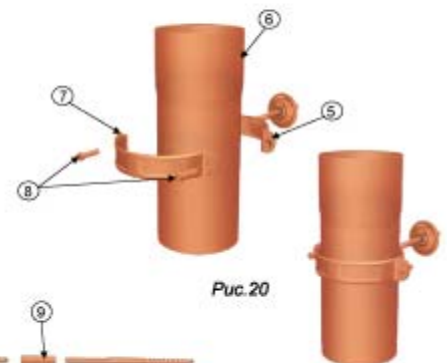

Рис.20
- накрутить заднюю часть хомута (5) на метиз;
- законтрить хомут гайкой (4);
- поместить трубу (6) в заднюю часть хомута (5) (Рис.20);
- приложить переднюю часть хомута (7) и зафиксировать части хомута (5) и (7) винтами (8)